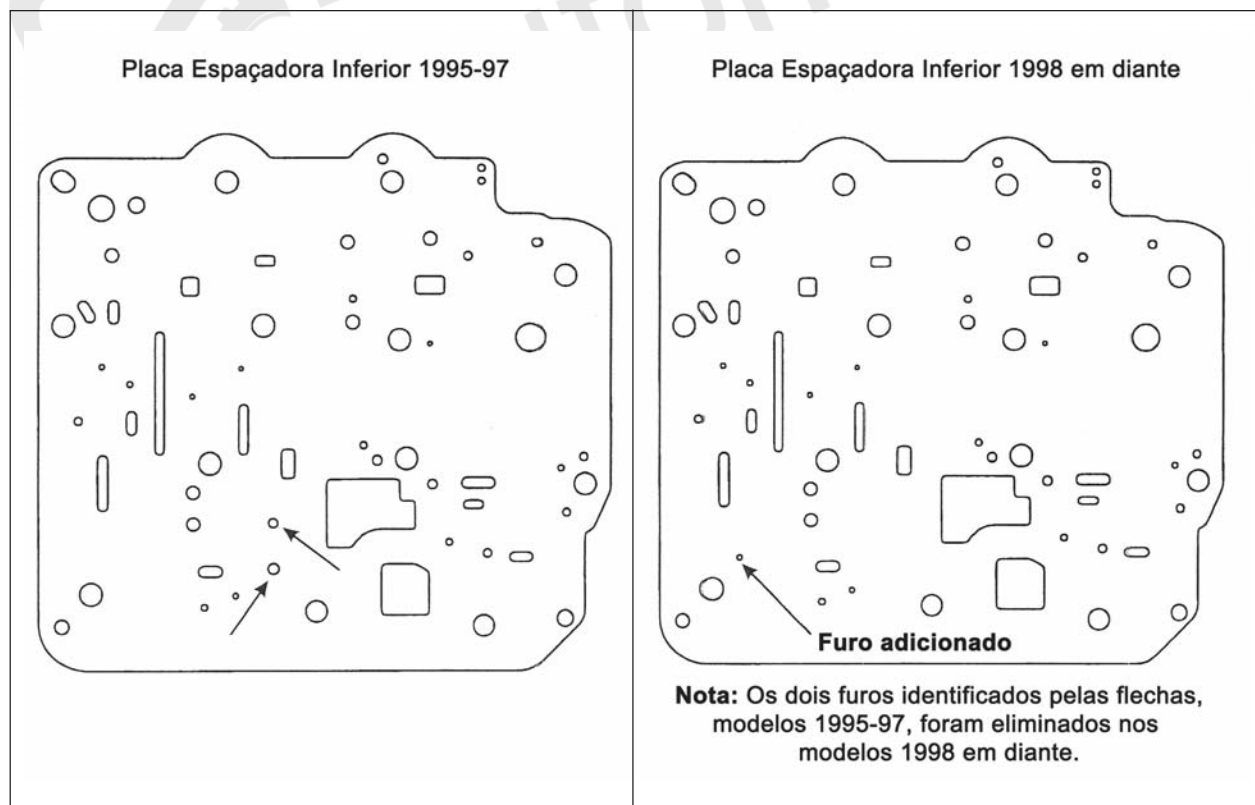

Figura 3
6. PLACA ESPAÇADORA DO CORPO DE VÁLVULAS INFERIOR: No novo desenho da placa espaçadora foi adicionado um furo e foram eliminados dois furos para acomodar as modificações no alinhamento da válvula reguladora da embreagem K1 e sincronizadora 2-3. Veja figura 3.